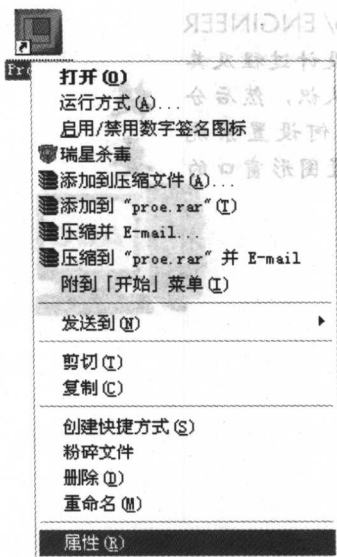
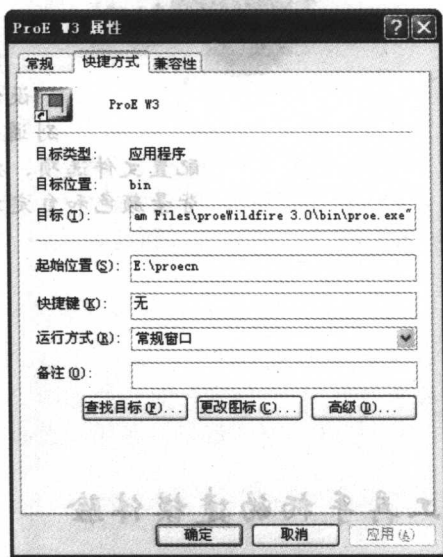

图 1-2 右键快捷菜单
图 1-3 设置属性
2) 从出现的如图 1-2 所示的快捷菜单中，选择“属性”命令，弹出如图 1-3 所示的对话框。